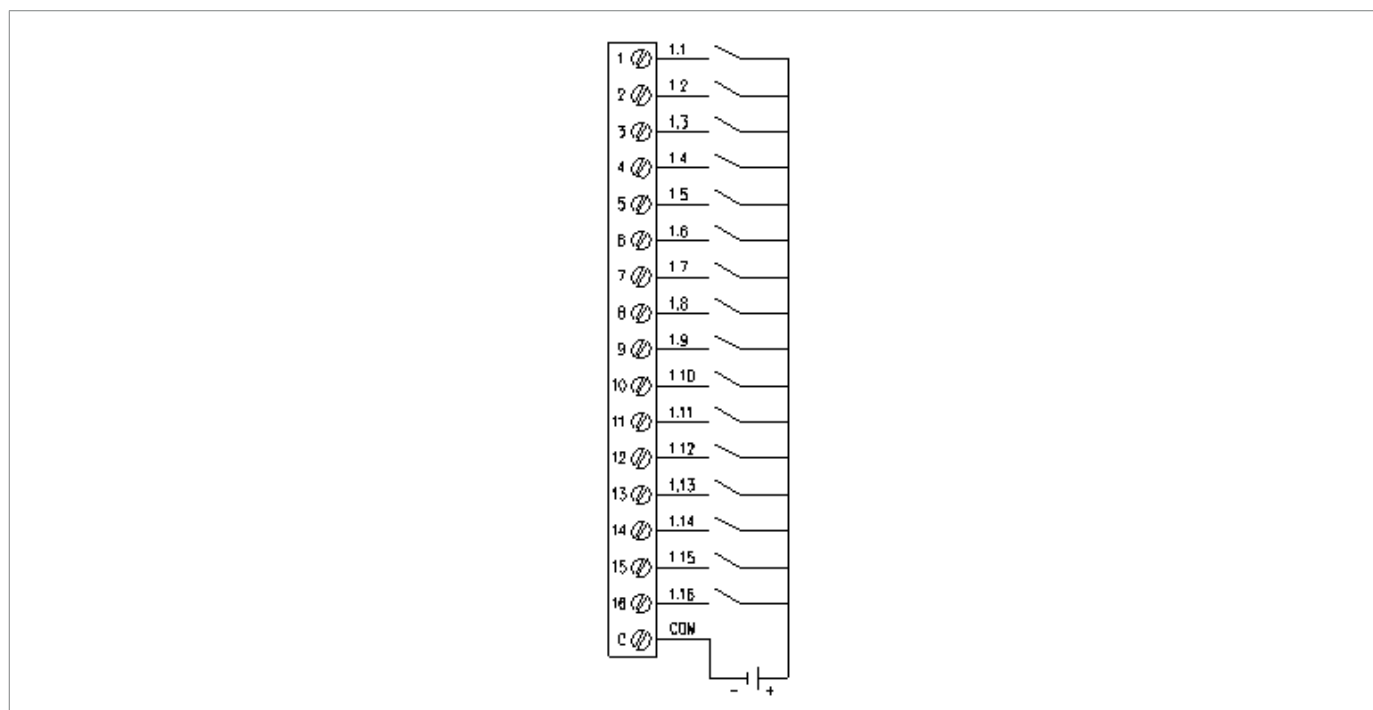

Fig. 4.7. Conexión de las entradas digitales
Al conectar los instrumentos de campo a las entradas digitales, recuerde que estas entradas son pasivas. La polaridad negativa de la señal de campo debe conectarse al terminal común del conector (C), mientras que se debe llevar una tensión positiva al terminal del canal en caso de estado ON, y una tensión cero en caso de estado OFF, como se muestra en la Fig. 4.7.